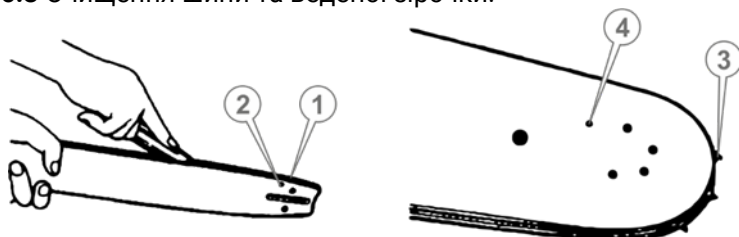

Рисунок 18. Схема обслуговування шини та веденої зірочки.
2. Видалити тирсу та бруд із жолоба шини, масляних каналів і веденої зірочки (рис. 18).